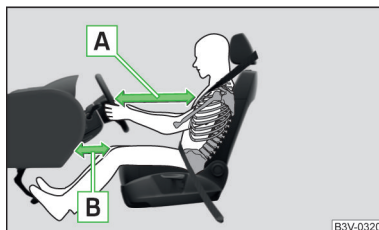

Fig. 23
- Atât pentru șofer cât și pentru pasagerul față este important să păstreze o distanță de aproximativ 25 cm față de volan, respectiv de planșa de bord » **fig. 23 - [A].** Dacă nu se respectă această distanță, sistemul airbag nu își poate exercita eficiența maximă – pericol de moarte! Scaunele din față și te-tierele trebuie să fie întotdeauna reglate în funcție de mărimea corpului.
- Reglați longitudinal scaunul șoferului în așa fel, încât distanța de la picioare la planșa de bord să fie de minim 6 cm în zona airbagului pentru genunchi » **fig. 23 - [B].** Dacă, din rațiuni de mărime corporală, nu este posibil să se îndeplinească această condiție, adresați-vă unei unități service specializate.